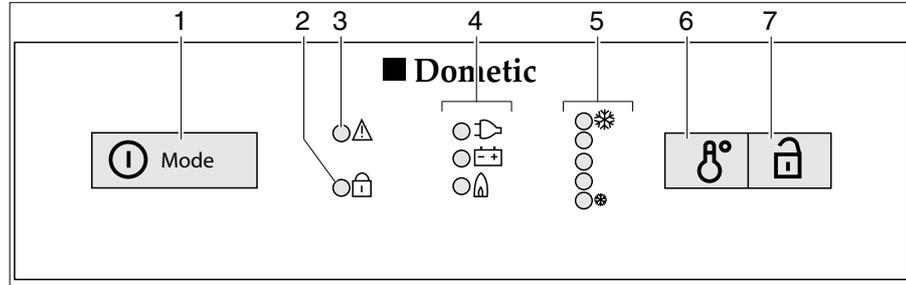

Bild 215 Bedienelemente für den Kühlschrank (Dometic 8er-Reihe mit MES)
- Den Einschalter/Energie-Wahlschalter (Bild 215,1) 2 Sekunden lang drücken, um das Gerät einzuschalten. Die LED der zuletzt gewählten Betriebsart leuchtet auf.
- Ggf. den Einschalter/Energie-Wahlschalter (Bild 215,1) mehrmals kurz drücken, bis die Betriebsanzeige Gas "🔥" aufleuchtet. Die Gaszufuhr ist geöffnet. Der Zündvorgang erfolgt automatisch. Ein tickendes Geräusch ist hörbar, bis der Zündvorgang erfolgreich abgeschlossen ist.
- Die Kühltemperatur mit dem Schalter für die Temperatureinstellung (Bild 215,6) einstellen.
- Ggf. den Einschalter/Energie-Wahlschalter (Bild 215,1) mehrmals kurz drücken, bis die Betriebsanzeige 230 V "⚡" aufleuchtet.
- Ggf. den Einschalter/Energie-Wahlschalter (Bild 215,1) mehrmals kurz drücken, bis die Betriebsanzeige 12 V "⚡" aufleuchtet.